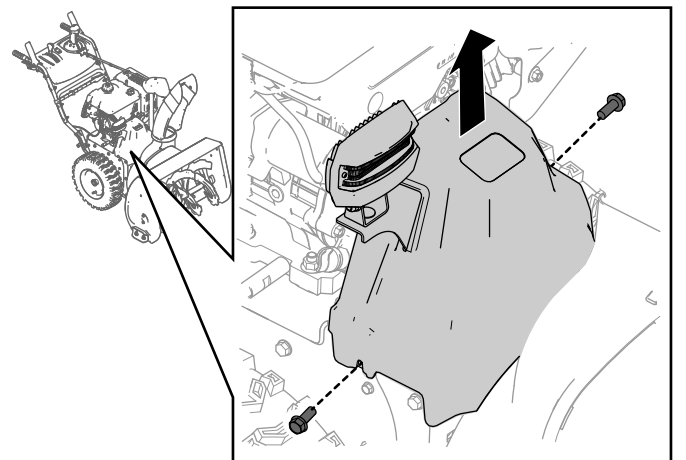

Figura 25
1. Retire los 2 tornillos que sujetan la cubierta de la correa (Figura 25).
2. Retire la cubierta de la correa (Figura 25).